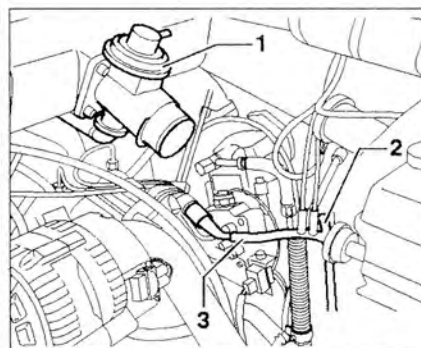

Рис. 3.7. Отсоедините соединительную и вакуумную трубки от клапана EGR 1. Снимите клапан 1, отсоедините вакуумные трубки 2 и 3.
21. Отсоедините соединительную и вакуумную трубки от клапана EGR 1 (рис. 3.7). Снимите клапан 1, отсоедините вакуумные трубки 2 и 3.